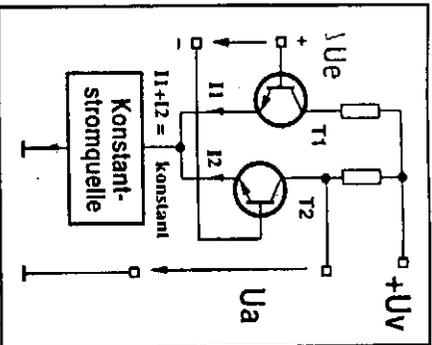

Bild 3: Prinzipschaltung des Differenzverstärkers; entscheidend ist die Differenzspannung  $\Delta U_e$  am Eingang.
■ Im Prinzip besteht ein Differenzverstärker aus zwei Verstärkerransistoren, bei denen die *Summe* beider Kollektorstrome konstant gehalten wird (Bild 3). Steigt also der Arbeitsstrom von T1, nimmt der von T2 im gleichen Maße ab und umgekehrt (Bild 4). An einem der Kollektorwiderstände nimmt man die aus der Stromänderung resultierende Spannungsänderung ab (= Ausgangssignal Ua) und verstärkt sie störungsfrei weiter. Der Trick dieser Anordnung liegt auf der Hand:
Nun schließt sich der Kreis zum eigentlichen Differenzverstärker, den die Pärchen T1/T3 und T2/T4 bilden: Der von T8 geleitete Summenstrom durch beide Zweige wird sehr konstant gehalten, wie wir gesehen haben. Differenzspannungen an +In und -In verschieben also die beiden Stromanteile nur, ohne an der Summe etwas zu ändern (vgl. Bild 4). Die im Bild 3 eingetragenen Arbeitswiderstände des Differenzverstärkers werden hier dynamisch von den beiden Transistoren T5 und T6 gebildet.